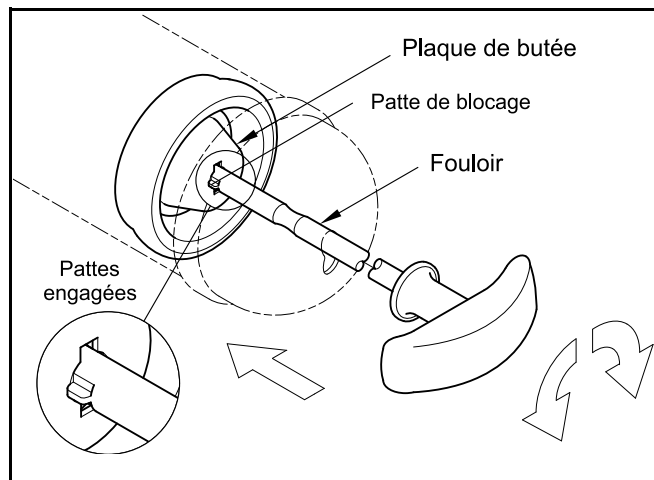

Figure 2 Tige de fouloir engagée dans la plaque de butée
1. Tirer sur le fouloir puis faire tourner jusqu'à verrouillage de la tige sur le fouloir. Se reporter à la **figure 2**.